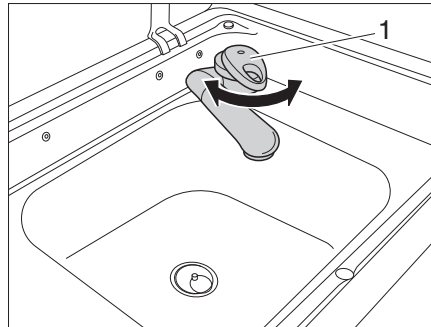

Figura 95 Fregadero con grifo de agua
El vehículo está dotado de un bidón de agua incorporado. Una bomba de agua eléctrica bombea el agua al grifo de agua (Figura 95, 1). Abriendo el grifo de agua, la bomba de agua se conecta automáticamente y bombea agua al punto de toma.
- Girar el grifo de agua (Figura 95,1).
- Girar de vuelta el grifo de agua (Figura 95,1).